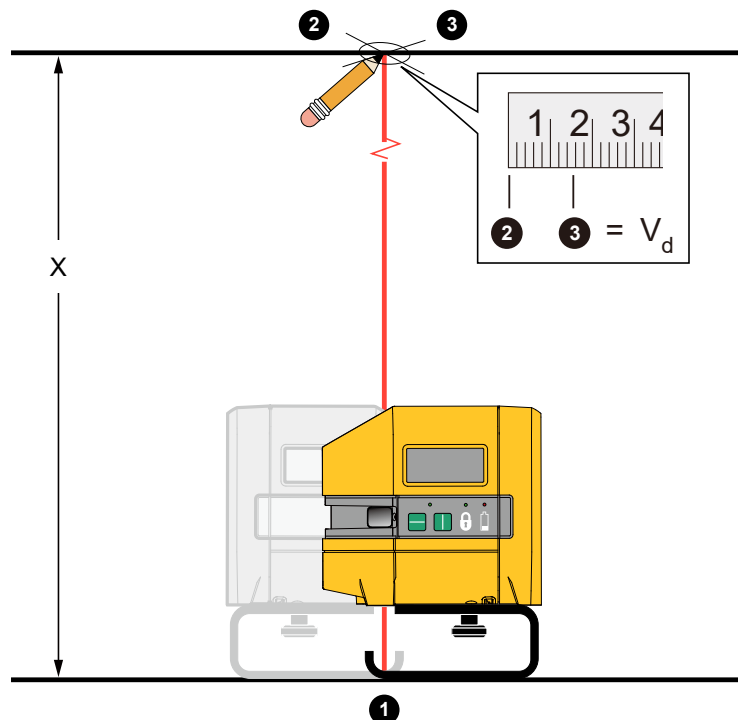

Figura 9. Precisão do prumo
2. Faça uma cruz no fundo desse local. ❶
3. Centralize o ponteiro do laser para baixo em ambos os eixos da marcação cruzada. Veja a Figura 9.